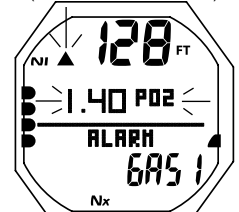

Fig. 93B - PRINCIPAL
**Principal alarma de PO2** - Ésta es la información mostrada (Fig. 93B):